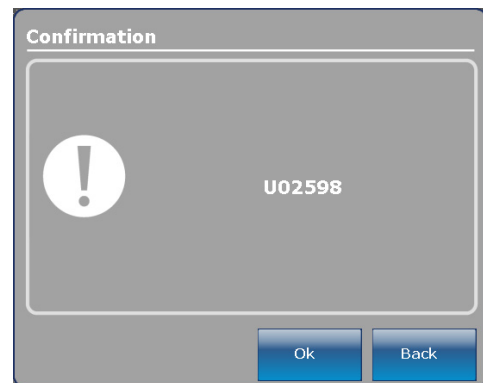

Figure 33 : Écran de confirmation du «Numéro de série»
3. Après avoir appuyé sur le bouton **Continue**, le numéro de série sera sauvegardé et l'écran de confirmation du numéro de série (figure 33) s'affichera. Appuyez sur **OK**.